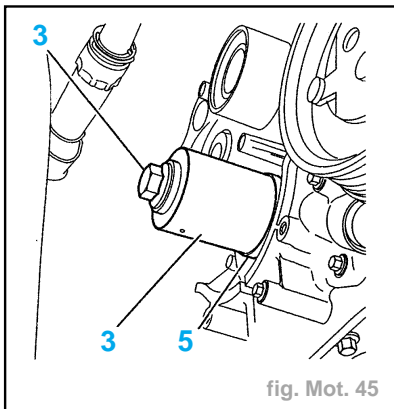

fig. Mot. 45
- Monter un joint à lèvres neuf (5) à l'aide de l'outil (3) (réf. **187G**) et de la vis (3) (fig. Mot. 45).